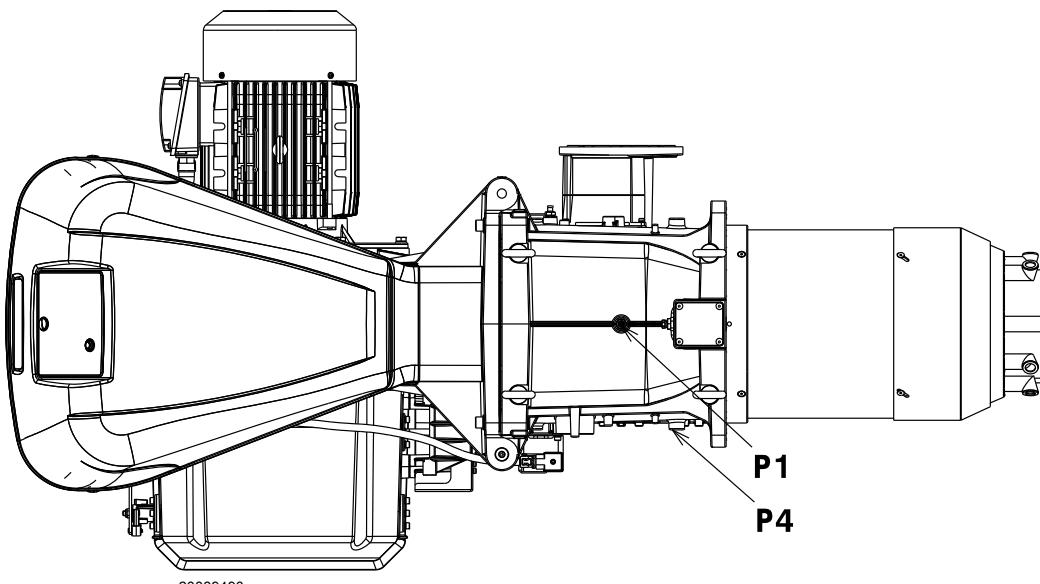

图 27
测试点 P1)(图 27) 处测得的燃气压力，此时：
- 用测试点 P1)(图 27) 测得的燃气压力减去炉膛压力。
测试点 P1)(图 27) 处燃气压力	= 58.1 mbar
计算燃烧器以最大出力运行时，测试点 P1)(图 27) 处所需燃气压力：
- 读出右边栏 1 所示测试点 P1)(图 27) 压力。
测试点 P1)(图 27) 处所需燃气压力。